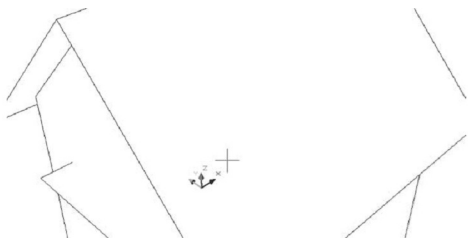

图 6.74 视点距离调整至“200000”的视图
(4) 在**指定新的相机目标距离<20.0000>**:提示下,输入“200000”,表示视点为目标对象的距离为 200000mm,结果如图 6.74 所示。
(5) 在输入选项 **[相机(CA)/目标(TA)/距离(D)/点(PO)/平移(PA)/缩放(Z)/扭曲(TW)/剪裁(CL)/隐藏(H)/关(O)/放弃(U)]**:提示下,输入“CA”,选择相机(视点)的位置。